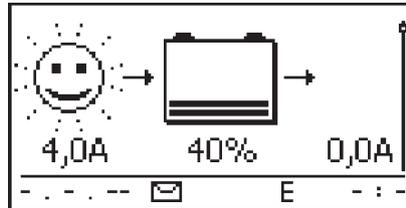
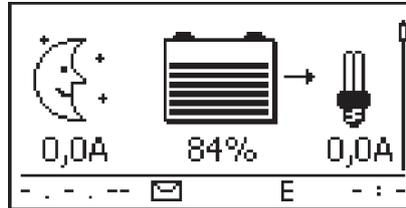

Fig. 7: L'écran après le raccordement du panneau solaire par temps ensoleillé
Fig. 8: L'écran après le raccordement du panneau solaire sans le soleil
3. ➤ Retirez le cache du panneau solaire et, le cas échéant, activez l'interrupteur sectionneur DC. L'écran affiche la Voir la Fig. 7 ou la Voir la Fig. 8.
4. ➤ Si Voir la Fig. 7 et Voir la Fig. 8 ne s'affichent pas, vérifiez l'installation et supprimez l'erreur, si nécessaire, à l'aide des indications de la section 15, pp. 129sqq.